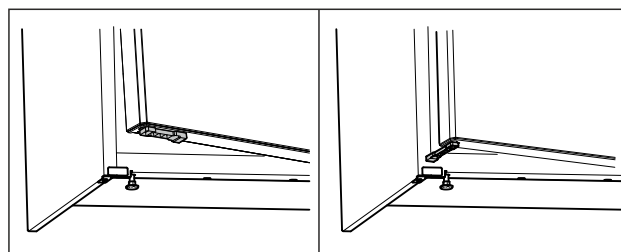

Fig. 59 \*
- ▶ Käännä oven avauksen rajoitinta 90°. (katso Fig. 59) \*